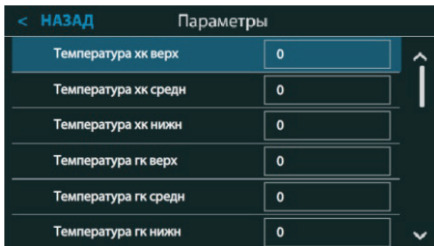

Рисунок 25 – Параметры среды
6.4.6 Параметры среды (рисунок 25)